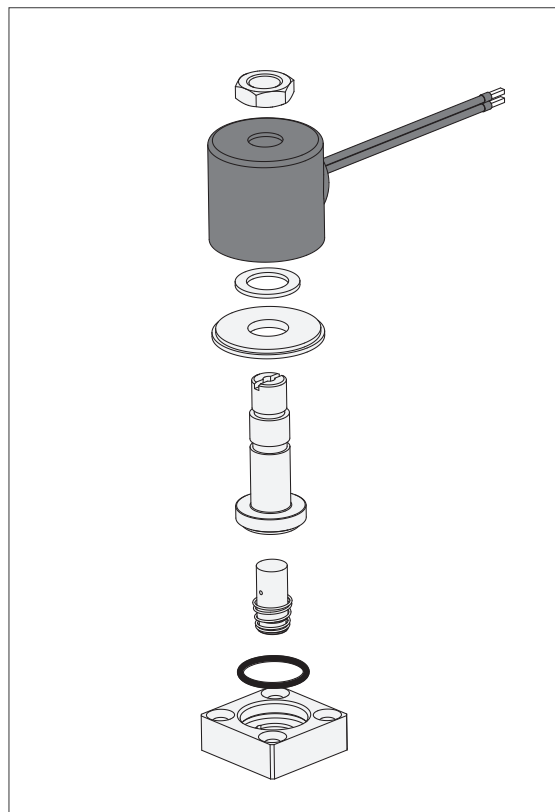

Figura 2. Valvola 40M, vista esplosa
1. Smontare la valvola (vedere Figura 2).